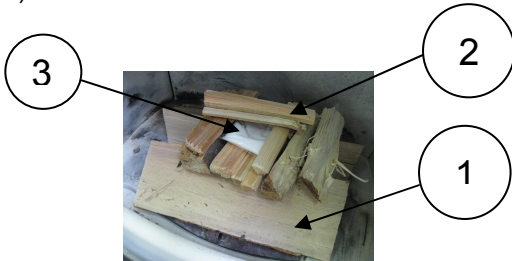

Fig 3: Anzünden
Legen Sie 2 – 3 Stück Scheitholz nach unten (1), das Anzündholz (2) darüber. Darauf legen Sie in die Mitte eine Anzündhilfe (3) und zünden diese an (siehe Fig. 3).